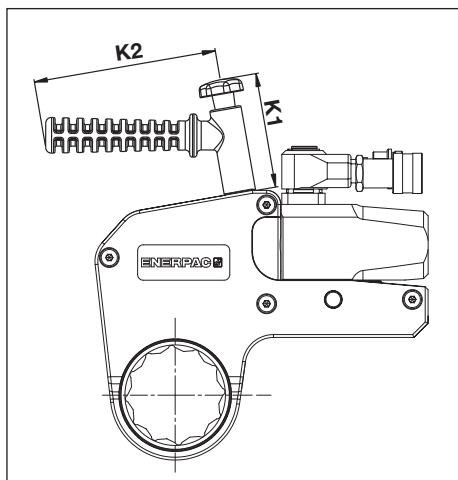

Fig. 26
6.1.4 Mått, SWH-serien vinklat positioneringshandtag (Fig. 26 - valfritt tillval)